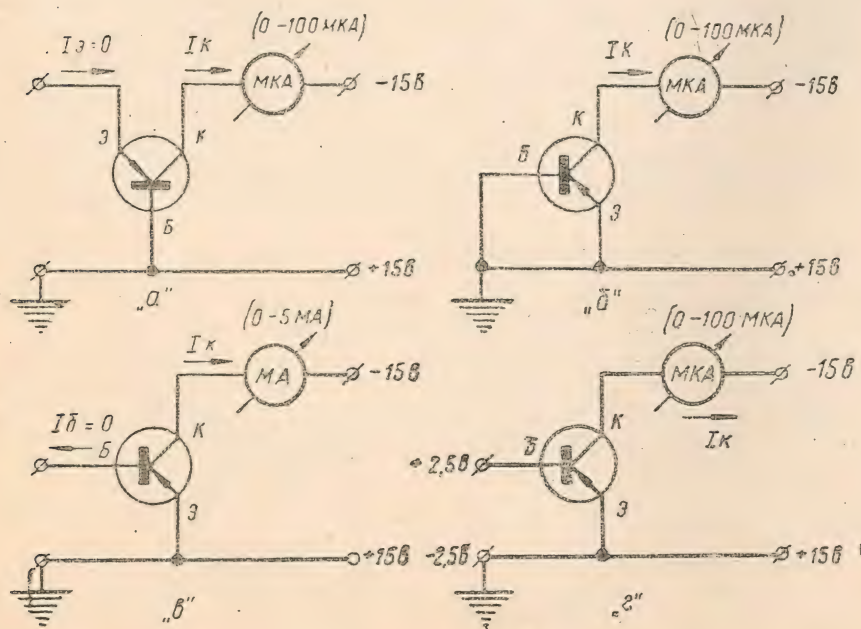

Рис. 8.
- 3) коллекторный ток в схеме с общим эмиттером $I'_{к0}$ при разомкнутой цепи базы ($I_э = 0$) (см. рис. 8, б) и $I'_{к0} = I_{к0} \cdot \beta$;
- 4) коллекторный ток запертого транзистора $I_{кз}$ в схеме с общим эмиттером (рис. 8, в);
В таблице 2 приведены электрические параметры транзисторов типа П13÷П15. Каждый транзистор перед подсоединением к схеме необходимо проверить (см. рис. 8, а, б, в, г). Если хотя бы один из параметров не будет удовлетворять техническим требованиям на транзисторы, приведенным в таблице 2, то использовать такие транзисторы не рекомендуется.